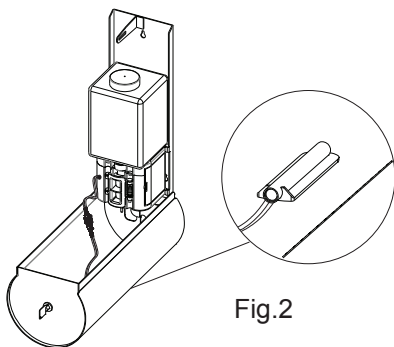

Fig.2
- Ouvrir le capot avec la clé de sécurité fournie (Fig. 2).